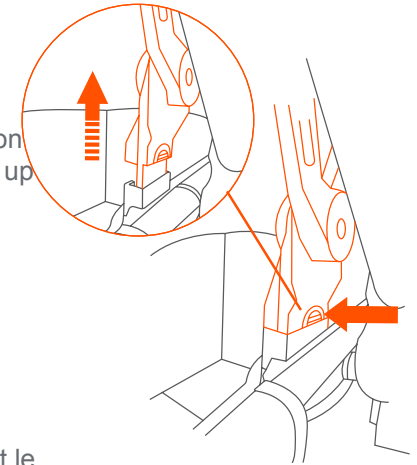

Fig. 13
- 13) • To remove the canopy:** Press the tabs on both interior sides of the canopy and pull up to remove (Fig. 13).
- **Para retirar la cubierta:** Presione las lengüetas a ambos lados interiores de la cubierta y tire hacia arriba para quitarla (Fig. 13).
- **Démontage de l'auvent :** Presser les attaches sur les deux côtés de l'auvent et le tirer vers le haut pour l'ôter (Fig. 13).